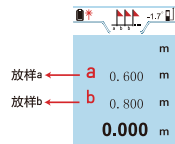

图9
1) 进入放样：长按  键，如图9所示；
- ① 进入放样后，图9中的放样a的图标闪烁，通过   键调整a的大小（长按   键可增加调整幅度）。调整完成后短按  键，放样a值被设定；
- ② a设定后，图9中放样b的图标闪烁，通过   键调整b的大小（长按   键可增加调整幅度），调整完成后短按  键，放样b值被设定，测距仪开始放样。